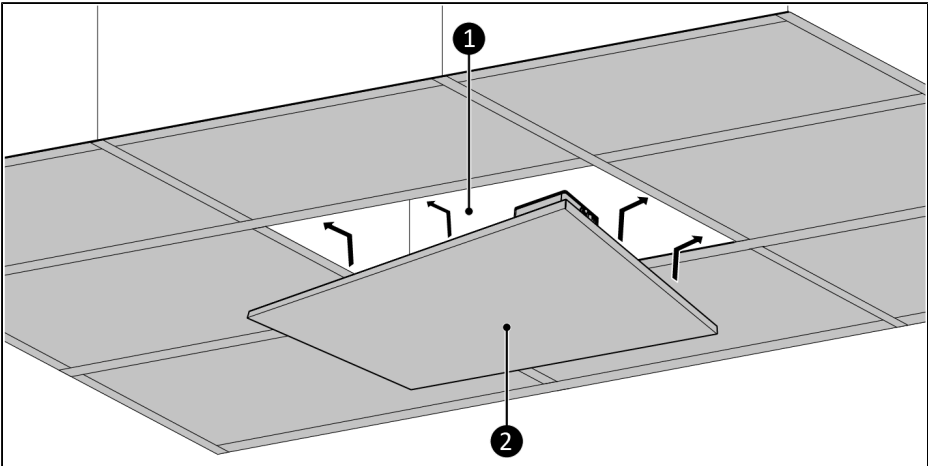

Abbildung 62.
1. Entfernen Sie die Deckenplatte (Abbildung 62, Pos. 1) von der Stelle, an welcher Sie das Gerät installieren möchten.
3. Platzieren Sie das Gerät (Abbildung 62, Pos. 2) vorsichtig in das abgehängte Deckenraster (Abbildung 62, Pos. 1).